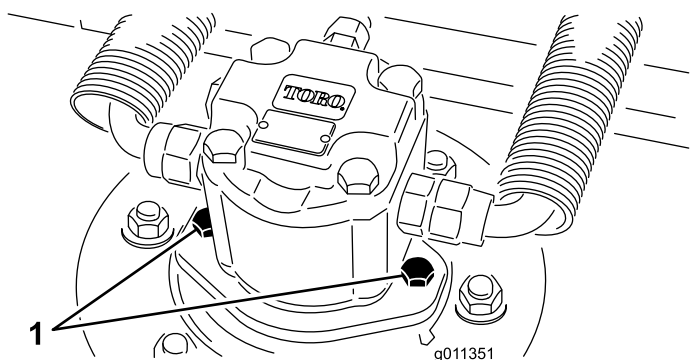

Figure 80
2. Débranchez et déposez le moteur hydraulique du plateau de coupe (Figure 80). Couvrez le dessus de l'axe pour éviter toute contamination.
4. Montez le moteur hydraulique sur le plateau de coupe (Figure 80). Vérifiez que le joint torique est en place et en bon état.